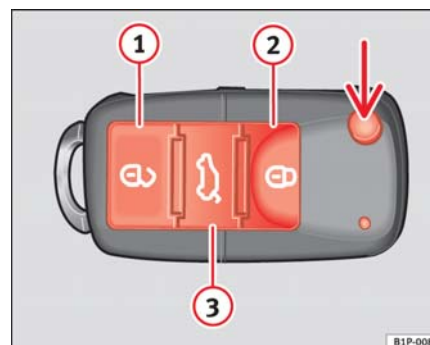

Fig. 65 Testigo de la pila de la llave con mando a distancia
Si el testigo de la pila de la llave ⇒ fig. 65 no parpadea al pulsar las teclas, debe reemplazarse en breve la pila.
- Despliegue el espadín de la llave presionando el botón (flecha) ⇒ página 104, fig. 65.